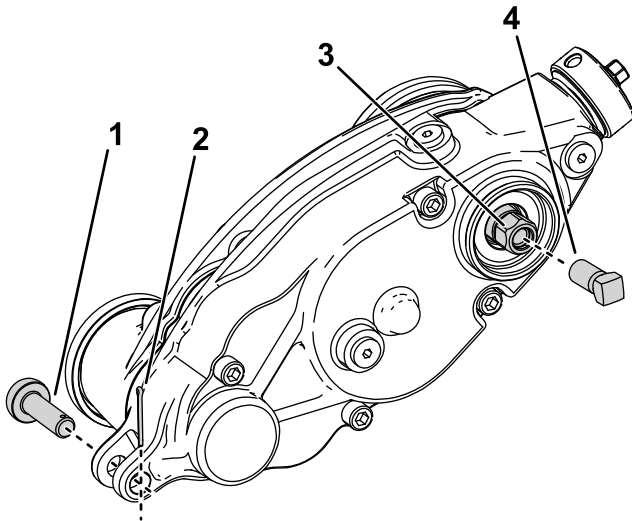

Figura 25
3. Retire el pasador de ajuste y la chaveta que conectan la caja de transmisión del groomer a los brazos de ajuste (Figura 25).
5. Instale el tornillo de refuerzo (Pieza N° 1-803022 — se vende por separado) en las roscas internas de la cabeza hexagonal de la transmisión del groomer, y apriete a 13,5 N·m, como se muestra en la Figura 25.
6. Retire la caja de transmisión del groomer del molinete de corte girando la cabeza hexagonal de la transmisión del groomer (Figura 25).